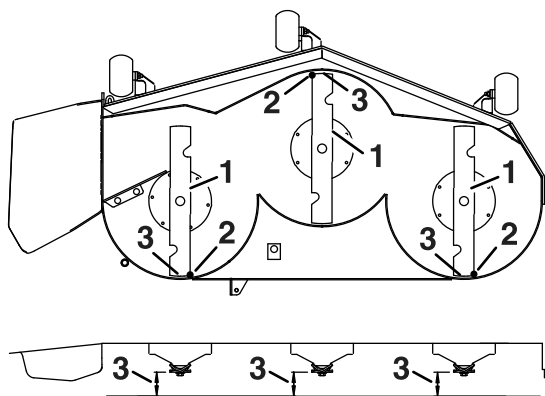

Figura 72
4. Rode cuidadosamente as lâminas para que estejam da frente para trás (Figura 72).
5. Meça da ponta da lâmina da frente até à superfície plana e da ponta da lâmina de trás até à superfície plana (Figura 72).